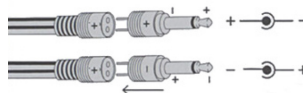

Рис. 2.
- 3.3. Подсоедините к выходному кабелю разъем, соответствующий гнезду на Вашем устройстве. При присоединении разъема совместите маркировку «+» на проводе с маркировкой «+» на разъеме. В этом случае внутренний контакт будет иметь полярность «+», а внешний — «-». Обратите внимание на маркировку полярности на гнезде вашего устройства. Если требуется обратная полярность (внутренний контакт — «-», а внешний — «+») – разверните разъем на 180° (см. рис. 2).